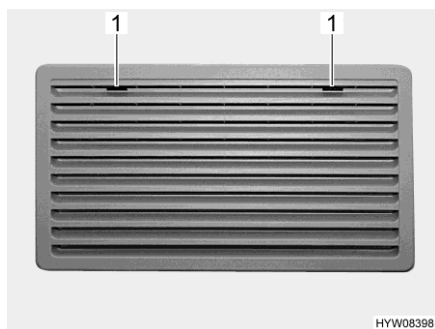
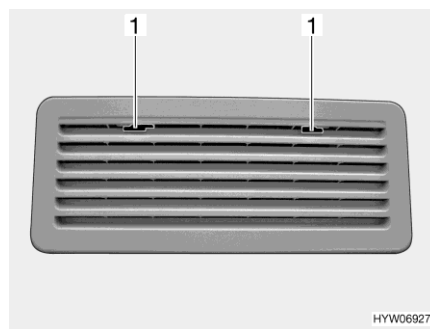

Fig. 245 Grille d'aération du réfrigérateur (Thetford, grande)
Fig. 246 Grille d'aération du réfrigérateur (Thetford petit)
- Pousser le dispositif de blocage (Fig. 245,1 ou Fig. 246,1) vers le milieu.